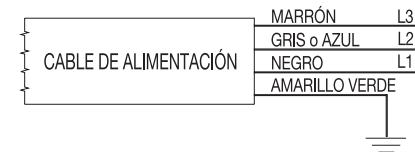

figura 1
**ATENCIÓN!** Efectuar la conexión de tierra antes de efectuar cualquier otra conexión (Cable amarillo-verde). Los tres conductores deben conectarse a una línea trifásica cuya tensión y cuya frecuencia sean iguales a las indicadas en la placa, o a un cuadro de puesta en marcha con eventuales dispositivos de reducción de la corriente inicial de arranque. (Véase esquema eléctrico, figura 1).